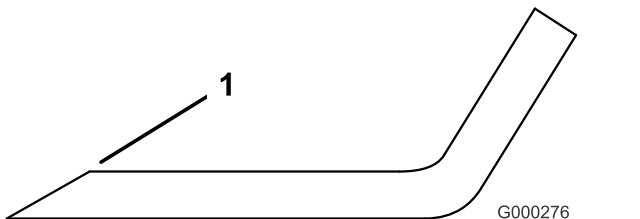

**Figure 25**
3. Examinez attentivement les tranchants de la lame, particulièrement au point de rencontre de la partie plane et de l'ailette (Figure 25).
**Remarque:** Le sable et les matières abrasives peuvent éroder le métal à cet endroit, c'est pourquoi il est important de contrôler l'état de la lame avant d'utiliser la tondeuse. Remplacez la lame si elle semble usée (Figure 25).